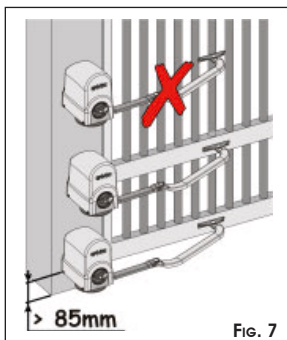

Fig. 7
- ② Determinare l'altezza dell'operatore tenendo presente che:
- la staffa di fissaggio del braccio curvo si deve trovare in una zona dove sia possibile fissarla all'anta del cancello (Fig.7)
- l'altezza minima da terra dell'operatore deve essere tale da consentire il fissaggio del braccio curvo ed il posizionamento del carter inferiore (almeno 85mm, vedi fig.7)